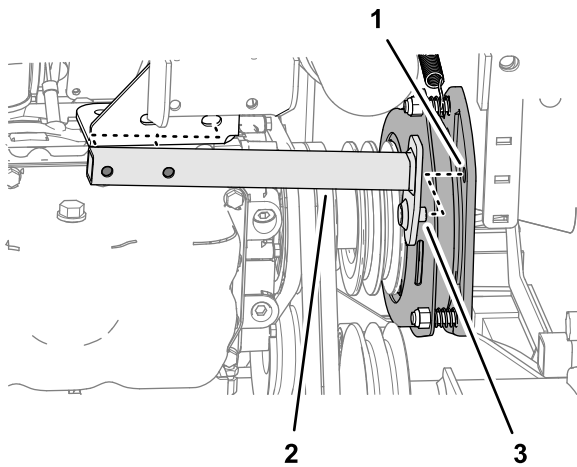

Figura 92
7. Desplace el tubo antirrotación hacia atrás y retírelo de la máquina (Figura 92).
2. Alinee el pasador del tubo antirrotación con el orificio de la placa del embrague de la toma de fuerza; consulte la Figura 92 en Retirada de las correas de la toma de fuerza (página 70).